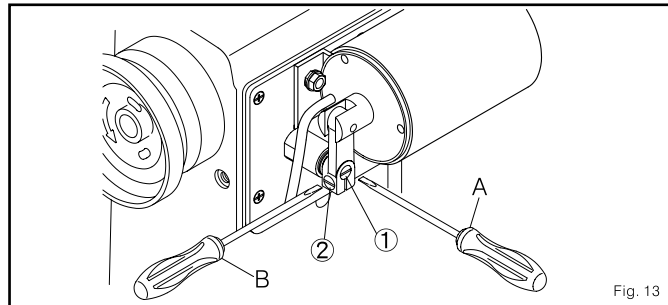

Fig. 13
**(2) ajusta a altura do pé apertapanos (Fig.13)**